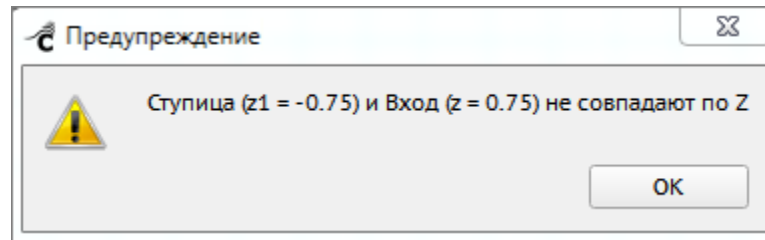

Рисунок 419 – Предупреждение о плохих контактах
- кнопка «Пересчитать радиусы» – выполняет автоматический анализ геометрии материнской КЭМ с расчетом параметров радиуса ступицы на входе и выходе (для учета конической формы). При некорректном выборе границ сектора программа выводит одно из предупреждений (Рисунок 419):